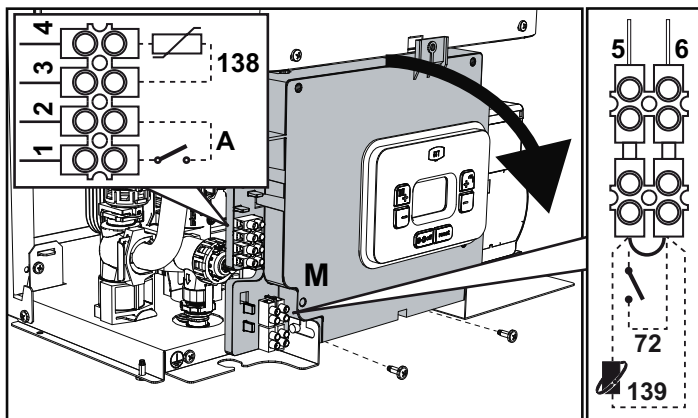
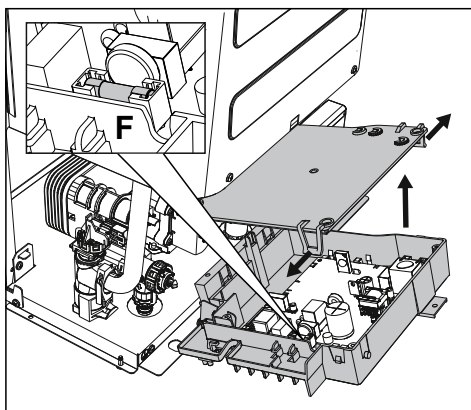

fig. 18
fig. 19
După ce ați scos panoul frontal (*** 'Deschiderea panoului frontal' on page 119 ***) veți putea avea acces la panoul de borne (M) și la siguranța (F) urmând indicațiile descrise în continuare (fig. 18 și fig. 19). **Bornele indicate în fig. 18 trebuie să aibă contactele curate (nu 230 V).** Dispunerea bornelor pentru diferitele conexiuni este indicată și în diagrama electrică din fig. 40.
Configurarea întrerupătorului ON/OFF (A fig. 19)